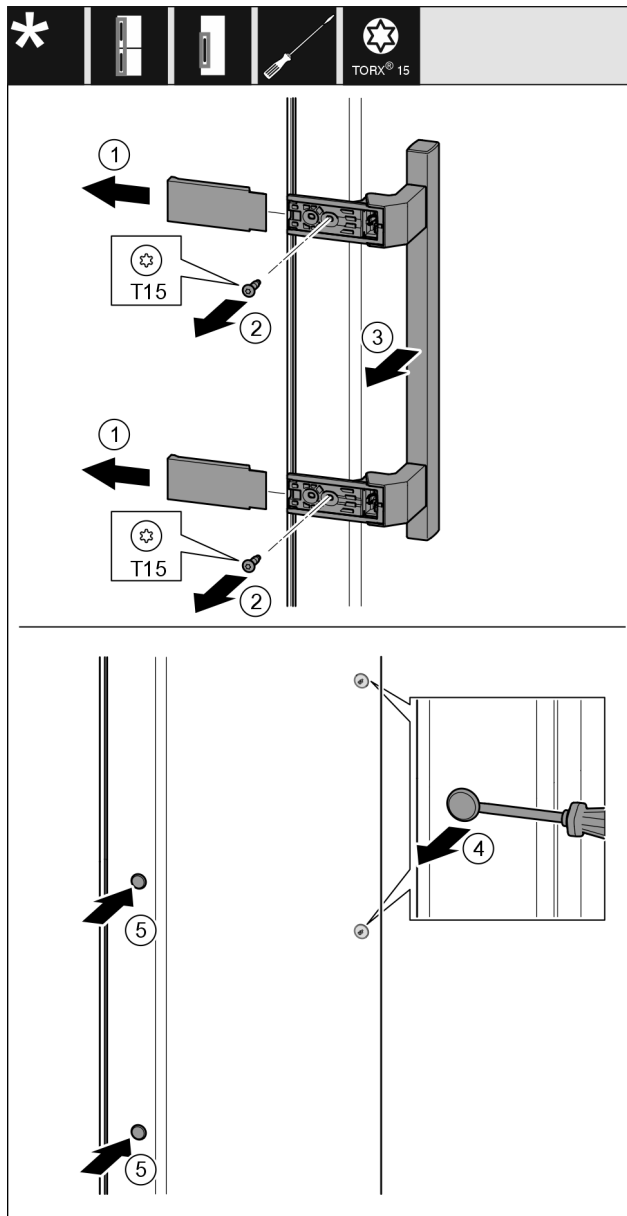

Fig. 19
- Levante la cubierta Fig. 19 (1).
- Desatornille los tornillos Fig. 19 (2) con el destornillador.
- Retire el tirador Fig. 19 (3).
- Levante con cuidado el tapón lateral Fig. 19 (4) con un destornillador de punta plana y extráigalo.
- Vuelva a colocar el tapón Fig. 19 (5) en el otro lado.